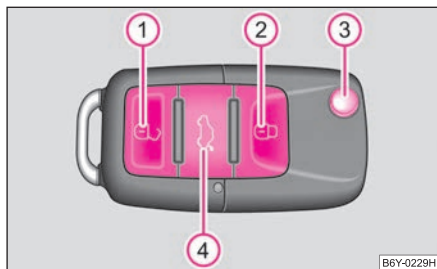

Fig. 28 Clés à radiocommande
- Appuyez sur la touche ④ pendant 1 seconde environ ⇒ fig. 28.